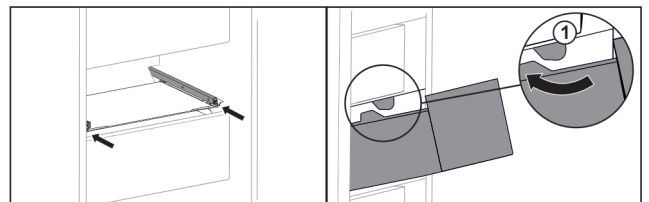

Fig. 37
- ▶ Ghidați sertarul în jurul opritorului Fig. 37 (1).\*